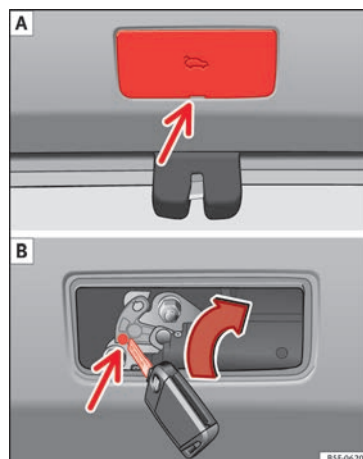

Fig. 7 Pormenores da bagageira: acesso ao destrancagem de emergência.
- Retire a tampa inserindo uma chave de fendas na ranhura » **Fig. 7 A.**
- Introduza a chave no orifício previsto e rode-a no sentido da seta até libertar o trinco » **Fig. 7 B.**